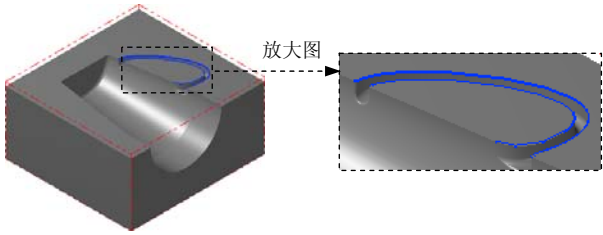

图 21.47 边界 2
Step2. 绘制边界 2。参照 Step1 的操作方法，完成其余曲面边界曲线的创建，结果如图 21.47 所示。